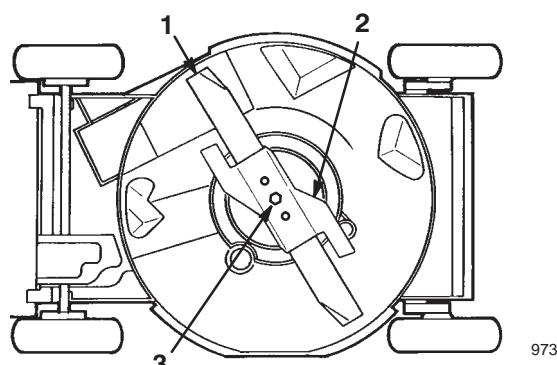

Bild 24
4. Kippen Sie den Rasenmäher auf seine linke Seite (Luftfilter hoch) (Bild 24).
2. Nehmen Sie die Messerschraube, Sicherungsscheibe, das Gaspedal und das Messer ab (Bild 24).